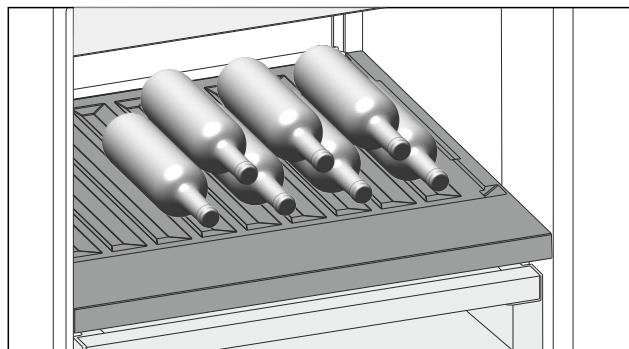

Fig. 108 Ilustrační zobrazení
- ▶ Láhve ukládejte dnem dozadu k zadní stěně. (viz Fig. 108)